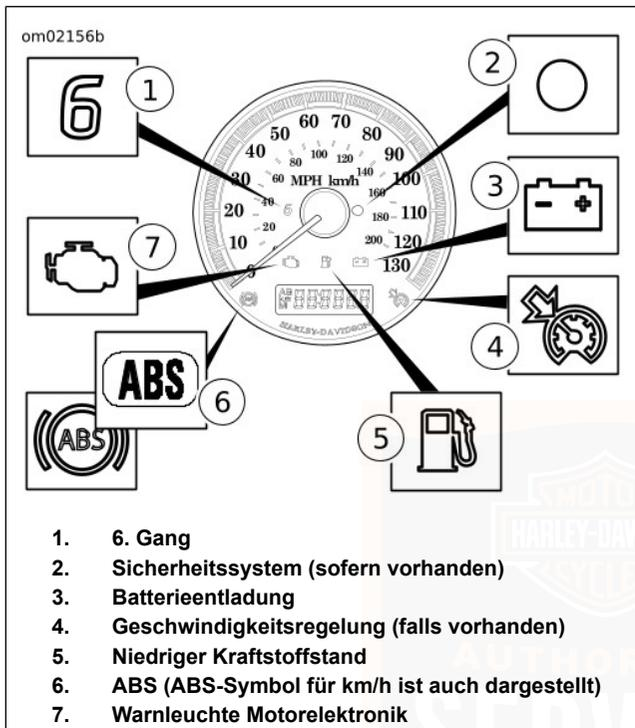

Abbildung 17. Instrumentenbeleuchtung
Siehe Abbildung 17. Die Leuchte für den 6. Gang (1) leuchtet, wenn das Getriebe im 6. Gang ist.
Siehe Abbildung 17. Bei Motorrädern mit einem Sicherheitssystem leuchtet die Sicherheitsstatusleuchte (2) beim Scharfschalten des Sicherheitssystems auf. Siehe SICHERHEITSSYSTEM > SICHERHEITSSYSTEM (Seite 85).
Siehe Abbildung 17. Die Batteriezustandsleuchte (3) zeigt an, ob die Batterie überladen oder nicht ausreichend geladen ist. Siehe WARTUNG UND SCHMIERUNG > WARTUNG DER BATTERIE (Seite 165).
Leuchtet: Siehe Abbildung 17. Bei eingeschalteter Geschwindigkeitsregelung leuchtet die Geschwindigkeitsregelungs-Kontrollleuchte (4) gelb. Wenn die Reisegeschwindigkeit eingestellt wurde und das Motorrad mit Reisegeschwindigkeit fährt, wechselt die Leuchte zu grün. Wenn die Geschwindigkeitsregelung ausgeschaltet ist und auf einen Wiederaufnahmebefehl wartet, wechselt die Leuchte wieder zu gelb. Siehe **BEDIENUNGSELEMENTE UND KONTROLLLEUCHTEN** >
Leuchtet: Siehe Abbildung 17. Die orangefarbene Warnleuchte „Kraftstoffstand niedrig“ (5) leuchtet, wenn der Kraftstoffstand im Tank den unteren Füllstandgrenzwert erreicht. Siehe Tabelle 13.
Blinkt: Siehe Abbildung 17. Bei Fahrzeugen mit ABS beginnt die ABS-Leuchte (6) zu blinken, wenn das Fahrzeug eingeschaltet wird. Die blinkende Leuchte zeigt an, dass sich das System im Selbstdiagnosemodus befindet. Sie blinkt, bis das Motorrad eine Fahrgeschwindigkeit von mehr als 5 km/h (3 mph) erreicht hat. Das ABS ist nicht betriebsbereit, solange die Leuchte leuchtet.
Siehe Abbildung 17. Die Warnleuchte Motorelektronik (7) befindet sich im Instrumentenblock. Sie zeigt an, ob der Motor bzw. das Motor-Management-System normal arbeitet. Die Farbe der Warnleuchte Motorelektronik ist orange.